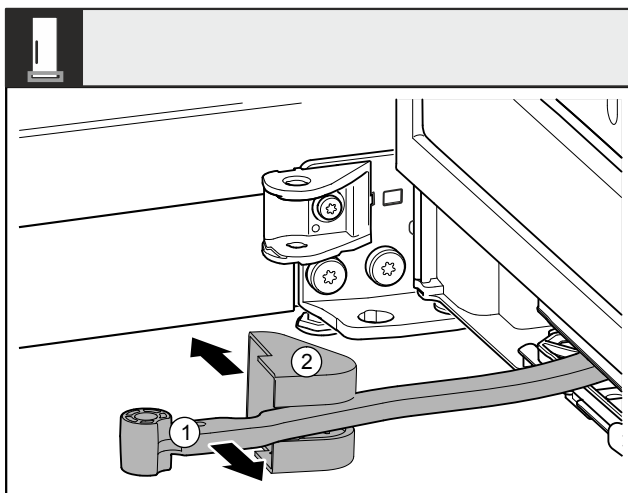

Fig. 10
- ▶ Поверните шарнир Fig. 10 (1) в направлении двери.
- ▶ Снимите крышку опорного кронштейна Fig. 10 (2).